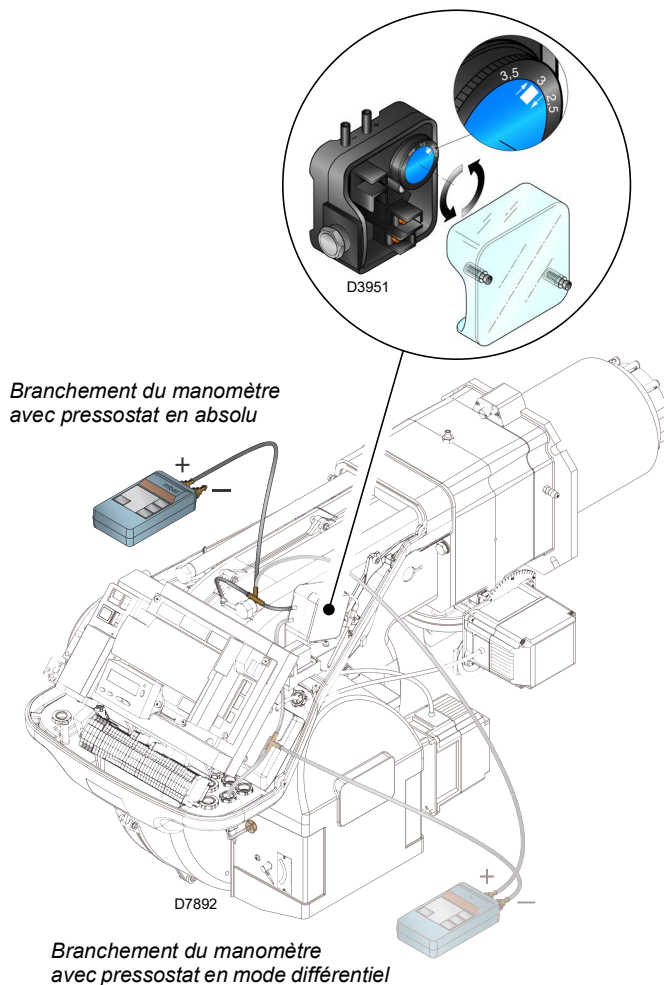

Fig. 27
- Régler le pressostat air (Fig. 27 à la page 30) en début d'échelle.
Effectuer le réglage du pressostat air (Fig. 27) après tous les autres réglages du brûleur avec le pressostat d'air réglé en début d'échelle.
Le raccordement du manomètre est illustré dans la Fig. 27. La configuration standard est celle du pressostat air raccordé en absolu. A remarquer la présence d'un raccordement en « T » non fourni.
Dans ce cas, il faut également connecter en mode différentiel le manomètre, comme indiqué sur la Fig. 27.